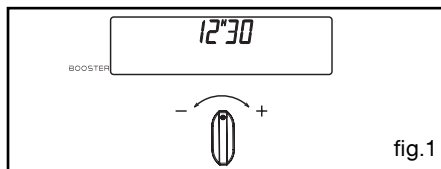

fig.1
Positionnez le sélecteur de programme sur "Mise à l'heure" (fig.1).
– Le programmateur ne doit afficher que l’heure. Celle-ci ne doit pas clignoter (fig.1).